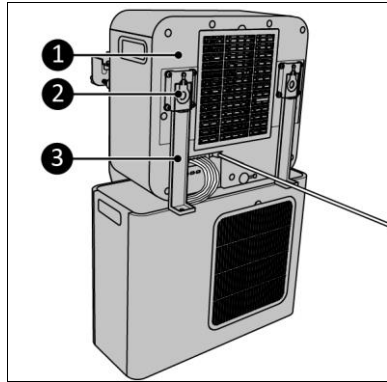

Abbildung 8
7. Befestigen Sie die oberen Caravan-Halterungen (Abbildung 8, Pos. 3) mit den Gummihaken (Abbildung 8, Pos. 2) am Innengerät (Abbildung 8, Pos. 1).